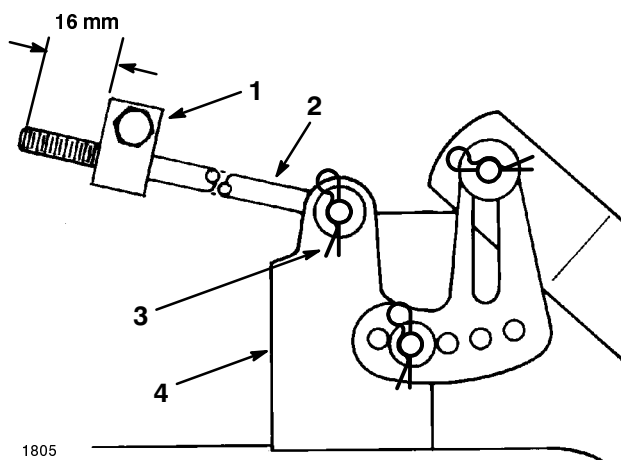

Figure 51
5. Mesurez la longueur de tige qui dépasse de l'avant du bloc de réglage sur les côtés du châssis (Fig. 51). Si cette longueur n'est pas égale à 16 mm, enlevez la goupille fendue et la rondelle de l'extrémité de la tige (Fig. 51), puis vissez ou dévissez la tige jusqu'à obtention de la longueur requise. Introduisez alors l'extrémité de la tige dans le support du plateau et fixez-la à l'aide de la rondelle et de la goupille fendue. Répétez la procédure de l'autre côté de la tondeuse.